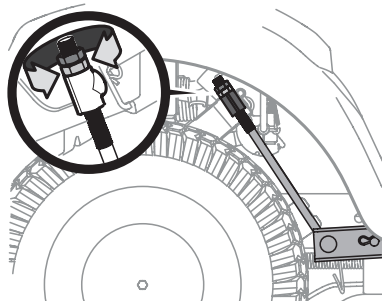

Figure 36
3. Une tige de réglage se trouve sous chaque aile arrière, près des roues (Figure 36).